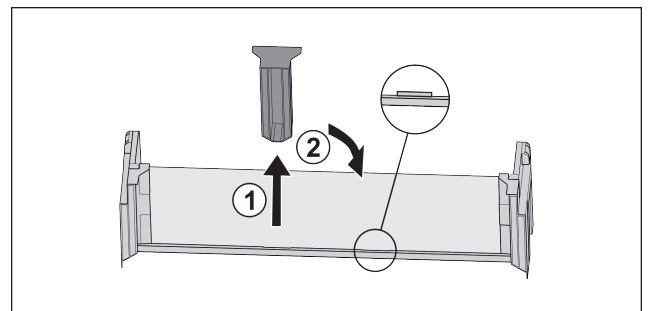

Fig. 124
- ▶ Middelste vasthoudddeel lostrekken Fig. 124 (1).
- ▶ Middelste vasthoudddeel in tweede positie inzetten Fig. 124 (2).